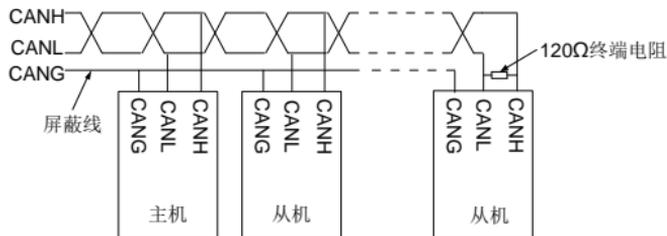

图 5-1 电气连接
总线电缆尽量选择屏蔽线。建议客户在使用时将屏蔽线接到通讯卡的 PE 端子上。CAN 主从通讯只有两台设备时，两台设备都要连接终端电阻；两台以上设备时，始端和终端设备都要连接终端电阻。通讯卡的终端电阻可通过其终端电阻开关连接。电气连接如图 5-1 所示。
2、按图 5-1 连接，头尾拨好终端电阻	注意终端电阻